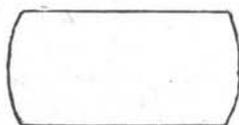

Fig. 8
e) Des coulants ou ronds de serviette (voir croquis ci-dessous) (fig. 8).